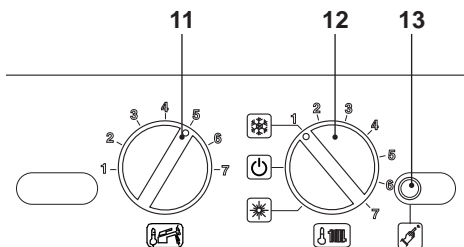

Fig. 7.9
temperatura sanitari 11, e il selettore di funzione 12 come in Fig. 7.9.
- Per settare la pressione di accensione del bruciatore bisogna entrare in programmazione premendo per 15 secondi il pulsante di ripristino 13 in Fig. 7.9 fino alla comparsa del parametro **P01** sul display LCD; sul display LCD compare la seguente visualizzazione (la sequenza **P01** si alterna -- --).
- Premere il pulsante di ripristino 13 in Fig. 7.9 per lo scorrimento dei vari parametri sino al raggiungimento del parametro **P14** valido per il settaggio della pressione d'accensione del bruciatore; sul display LCD compare la seguente visualizzazione (la sequenza **P14** si alterna al valore **135**).
- Per cambiare il settaggio ruotare la manopola regolazione temperatura sanitari 11 in Fig. 7.9 e posizionarla nella posizione prescelta.